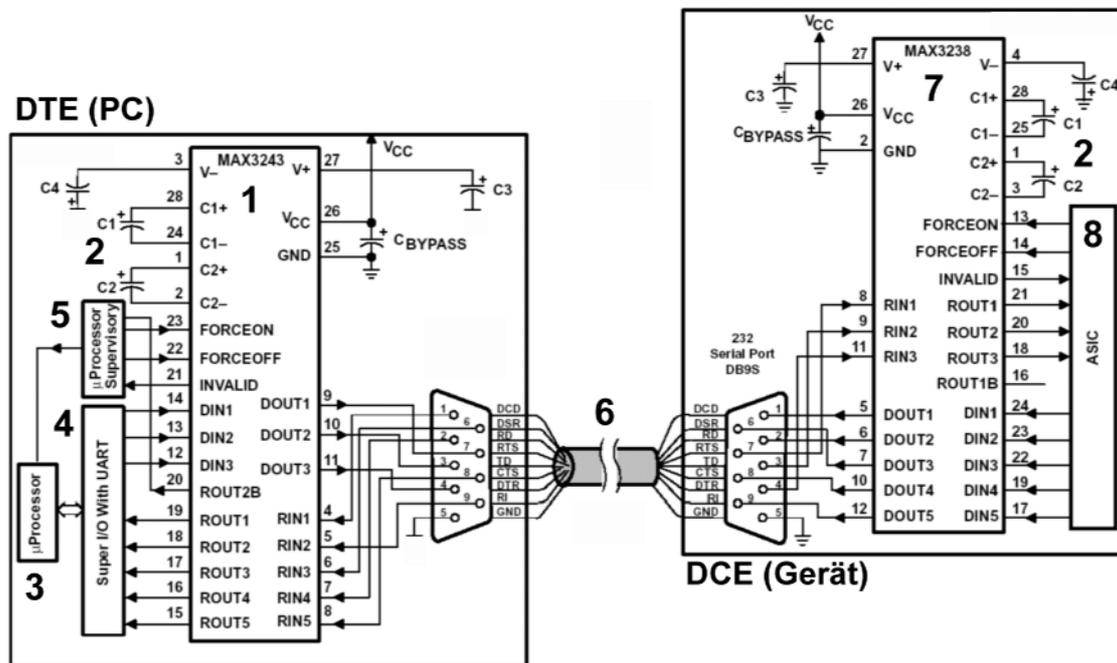

Abbildung 8.32 Kombinationsschaltkreise im Einsatz (Maxim)
Die Abbildungen zeigen die Schaltkreistypen MAX3243 und MAX 3238 (vgl. die Positionen 1 und 7 in Abbildung 8.32). 1 - Stromsparsteuerung; 2 - Aktivitätsüberwachung der Eingänge; 3 - Abschalten der Treiber und Empfänger (zum Stromsparen); 4 - ständig aktiver Treiber (nicht in das Stromsparen einbezogen); 5 - Stromsparsteuersignale; 6 - Empfangssignalgültigkeitsanzeige. Nur eine Speisepannung (3...5 V). Erzeugung der Treiberspannungen über Ladungspumpen (Außenbeschaltung mit 4 Kondensatoren zu 0,1 μ F). Sendesignalpegel: $\pm 5,4$ V, Treiberkurzschlußstrom 30...40 mA (typische Werte). Die Schaltkreise unterstützen Datenraten bis zu 250 kBits/s. Die ESD-Spannungsfestigkeit: ± 15 kV (wichtig für den portablen Einsatz, wo die Schnittstellenkabel immer wieder gesteckt und abgezogen werden). Die Ruhestromaufnahme (im Stromsparszustand) beträgt typischerweise 1 μ A (maximal 10 μ A).
- vom System. Hierzu können die Empfangssignalgültigkeitsanzeige oder der Ausgang des ständig aktiven Empfängers 4 (ROUT2B oder ROUT1B) ausgewertet werden. Der entsprechende Schnittstelleneingang wird in der DTE typischerweise mit dem RI-Signal beschaltet (vgl. auch Abbildung 8.32).